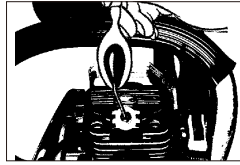

Fig. 19
5. Håll in en tesked ren tvåtaktsolja i förbränningskammaren. Dra långsamt flera gånger i startsnöret för att fördela oljan på de invändiga komponenterna. Sätt tillbaka tändstiftet. (Fig. 19)